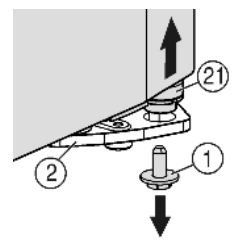

Fig. 6
- ▶ Unten rechts am Lagerbock die Sicherungsschraube Fig. 6 (1) herausdrehen.
- ▶ Der Lagerbolzen Fig. 6 (21) löst sich aus dem Lagerbock Fig. 6 (2).
- ▶ Falls sich der Lagerbolzen Fig. 6 (21) nicht löst, den Bolzen von unten herausdrücken.
- ▶ Sicherungsschraube *Fig. 6 (1)* unten in den Lagerbolzen eindrehen und festziehen (**mit 4 Nm**).